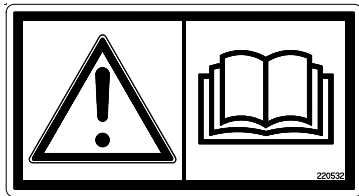

Fig. 1
**Panneau d'avertissement UH220532 (Fig. 1)**